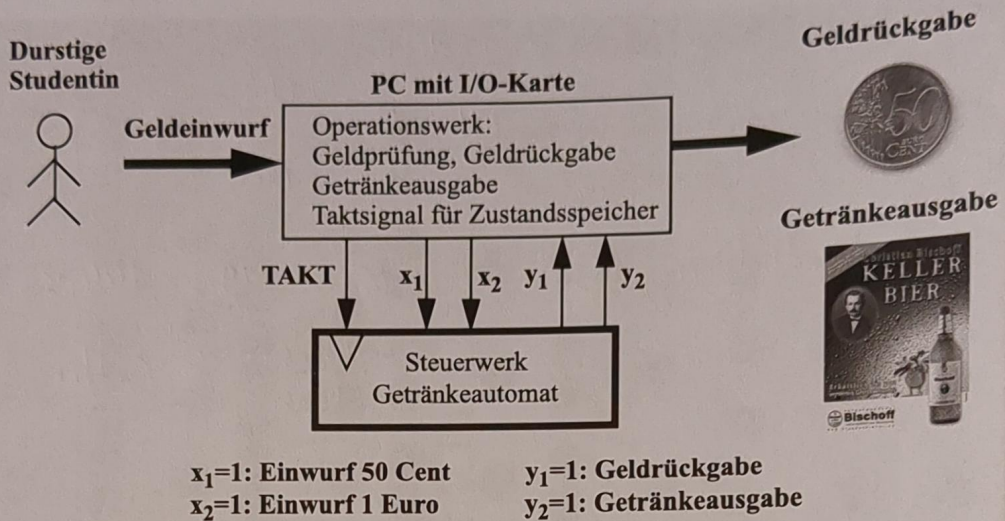

Bild 5.3 Steuerkreismodell für einen Getränkeautomaten
Entwerfen Sie das Steuerwerk für einen Getränkeautomaten, wie in Bild 5.3 dargestellt.
- Verwenden Sie die Kodierung der Schnittstellenvariablen wie in Bild 5.3 angegeben.